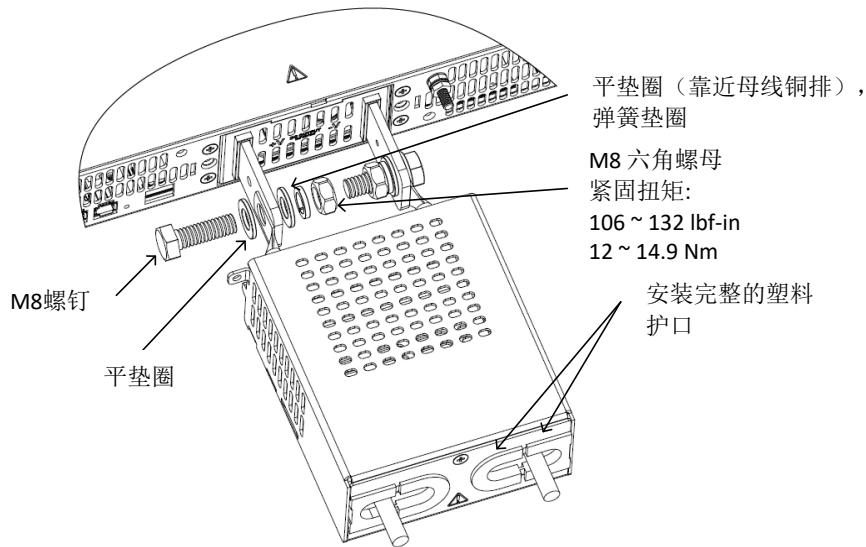
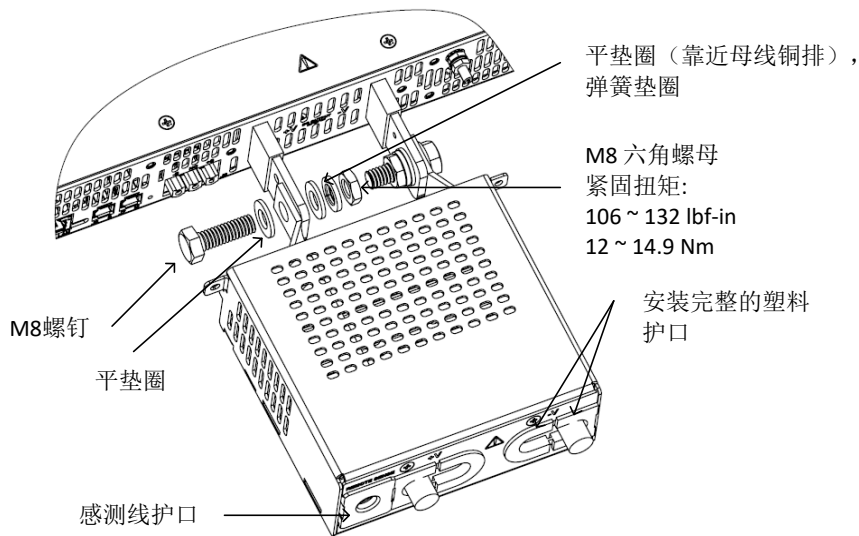

图 4-55: 导线安装
图 4-56: 7.5kW 导线安装
4. 可以将表 4-2 和表 4-3 中建议的导线穿过输出保护盖。无需打开输出保护盖，请参见图 4-55。对于 7.5kW 安装感测线护口，请参见图 4-56 了解 7.5kW 输出保护盖。